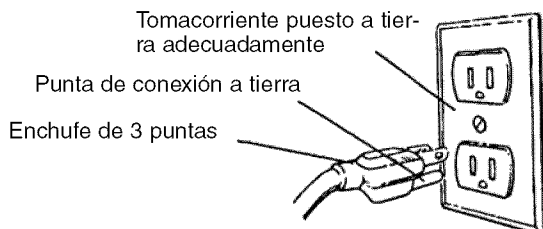

Figura 4 – Receptáculo para 3 Puntas
- A fin de protegerlo contra una descarga eléctrica, esta herramienta está equipada con un cable de tres conductores aprobado y clasificado para 300V, y un enchufe de tres puntas tipo conexión a tierra (véase la Figura 4).
- El enchufe de conexión a tierra debe conectarse directamente a un receptáculo para 3 puntas instalado y conectado debidamente a tierra, tal como se muestra en la Figura 4.